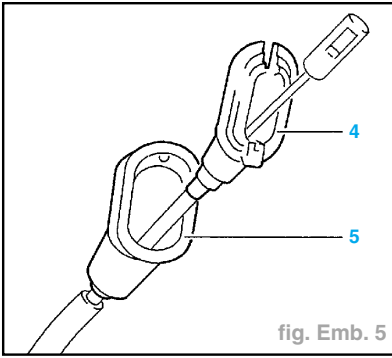

fig. Emb. 5
- Positionner le protecteur caoutchouc (5) sur le support du câble (4) (fig. Emb. 5).